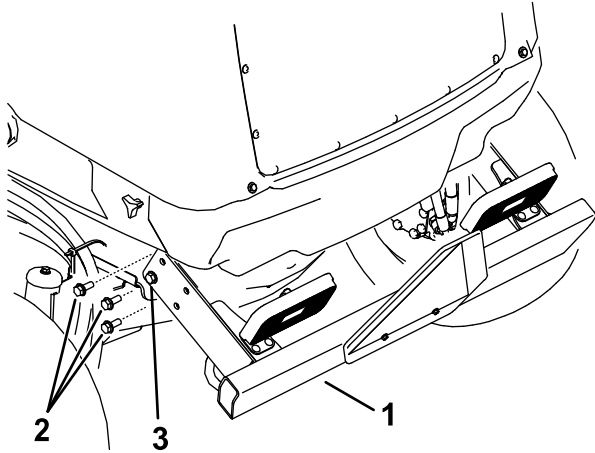

図 100
2. 後バンパーの左右それぞれの側から図 100 のように、フランジナット 3 個を取り外す。
6. 後バンパーを元の位置に戻し、フランジねじで固定する。後バンパーをフレームに固定しているフランジねじ全部を締め付ける 図 100。